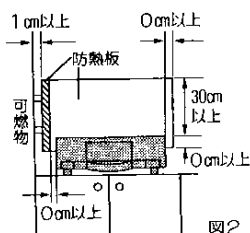
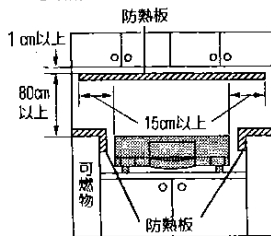
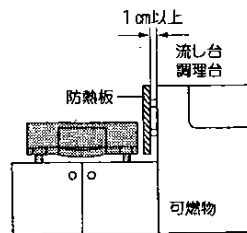

図2
図3
図4
取り付けてください。（図2、図3、図4）
- 調理台・流し台の上面が可燃性で、機器のトッププレートとほぼ同じ高さの場合（図3）
- 調理台・流し台の側面が可燃性で、機器のトッププレートより高い場合（図4）